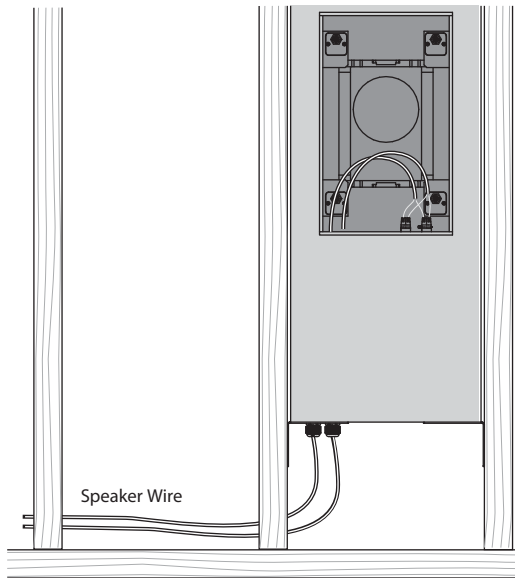

Fig. 4. Installation du fil de haut-parleur à l'arrière de la boîte
2. Installez le fil du haut-parleur dans l'un des presse-étoupes et laissez suffisamment de mou pour effectuer les connexions (Fig. 4). Serrez le presse-étoupe et attachez le câble du haut-parleur pour l'empêcher de bouger et de cliqueter en fonctionnement. Assurez-vous que le câble du haut-parleur n'entre pas en contact avec des clous ou des vis qui pourraient endommager l'isolation. Un deuxième presse-étoupe est fourni pour permettre l'installation d'un deuxième câble d'enceinte.